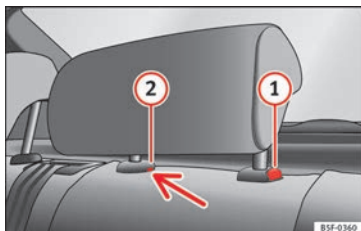

Fig. 141 Appui-tête central arrière : point de déverrouillage.
- Appuyez sur la touche **1** » **fig. 141**, en appuyant en même temps sur l'orifice de sécurité **2** » **fig. 141** avec un tournevis plat de 5 mm de largeur maximum et retirez l'appui-tête.